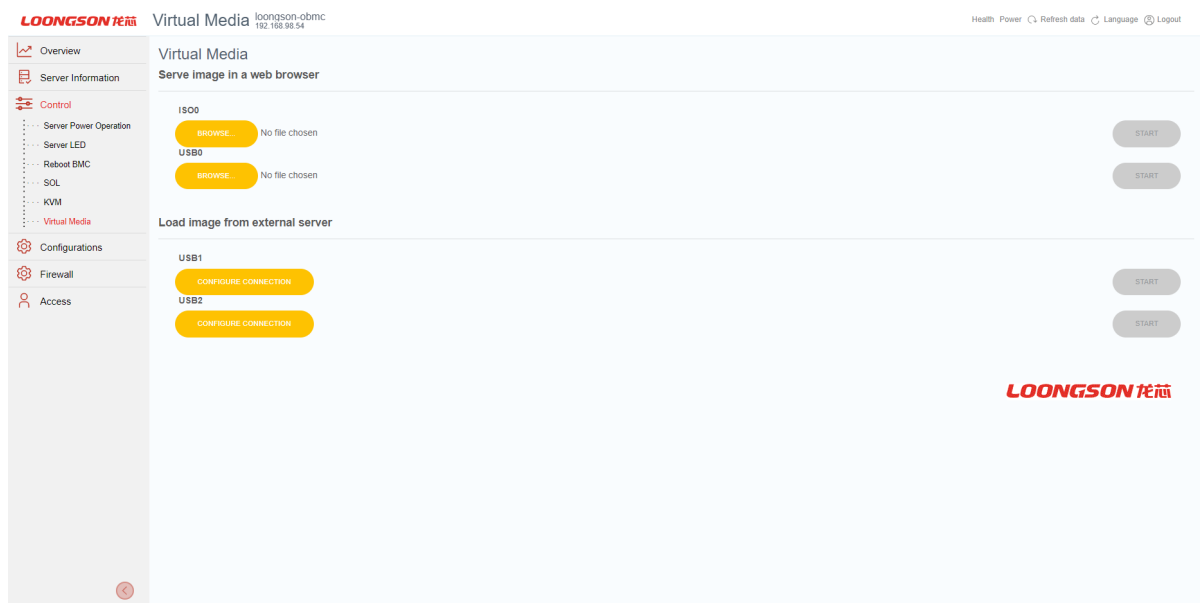

Рис. 79. Окно «Virtual Media»
7) Пройдите во вкладку «Control» → «Virtual Media» в данной вкладке осуществляется виртуальное подключение периферийных устройств. Окно показано на рис. 79 Окно «Virtual Media»